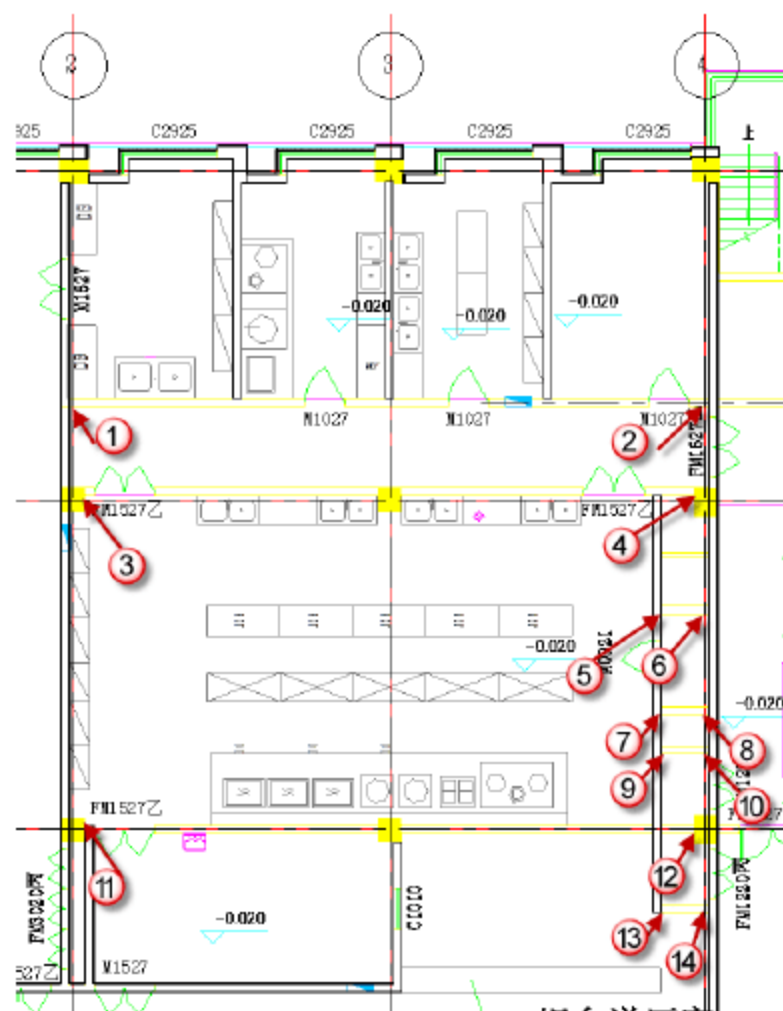
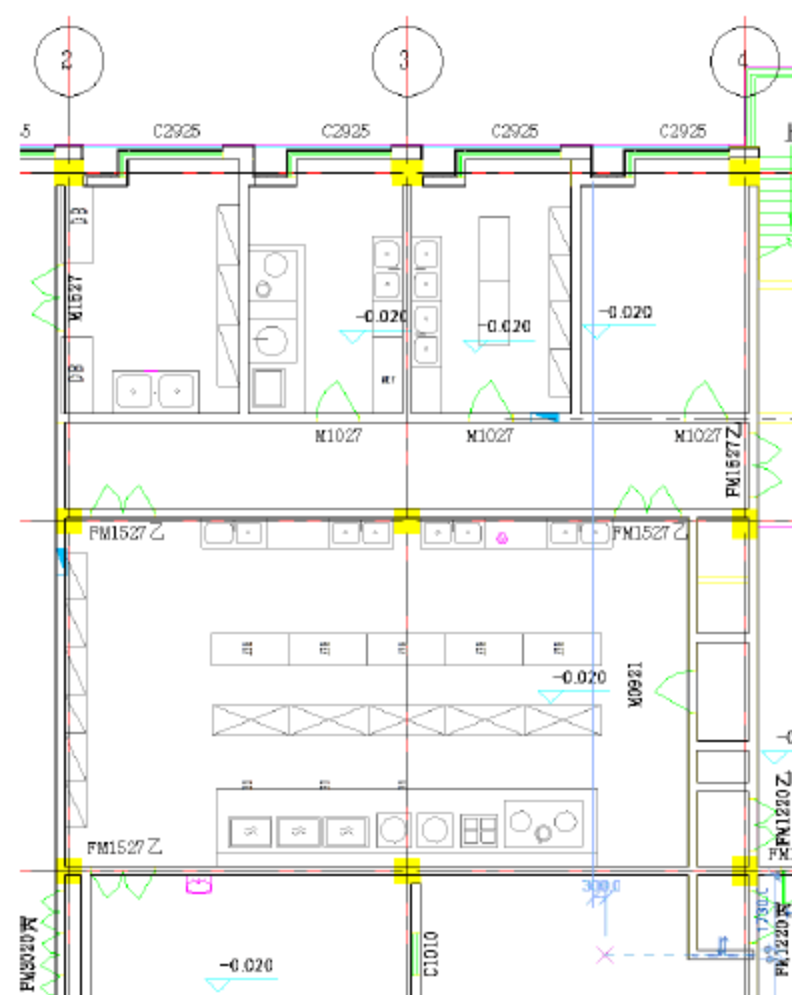

图 10.2.36 200mm 竖向内墙捕捉点位置
图 10.2.37 完成 200mm 竖向内墙部分
(4) 绘制 D 轴到 G 轴和 2 轴到 4 轴线之间的水平内墙。选择“建筑”→“墙”→“墙：建筑”命令，也可以直接按快捷键 W+A。将“偏移量”改为“100mm”，依次捕捉图 10.2.36 所示位置，单击绘制墙体。绘制完成后按 Esc 键，可以退出外墙绘图界面，完成后的这部分内墙如图 10.2.37 所示。